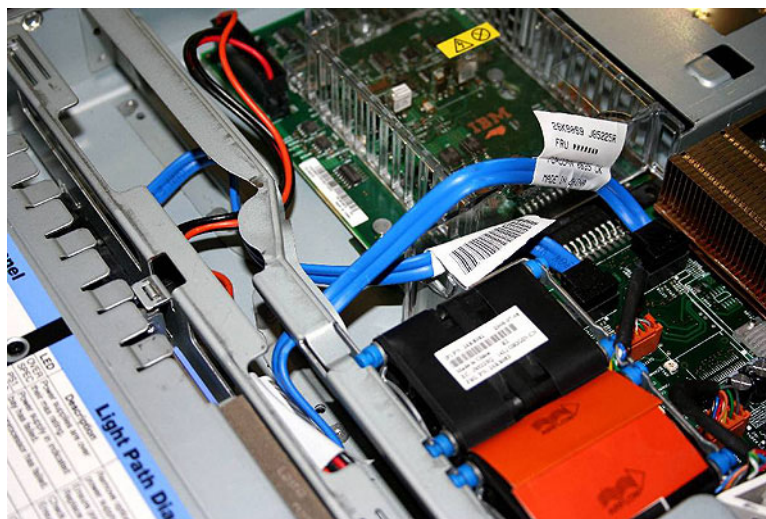

図 129. SATA ケーブル・アセンブリーの再接続
4. 電源機構バックプレーン・カードに電源ケーブルを再接続します。次に、システム・ボードに 2 本の青色の信号ケーブルを再接続します。図 129 に示すように、左のケーブルはフロント・システム・ボードのコネクターに、右のケーブルは背面システム・ボードのコネクターに接続します。